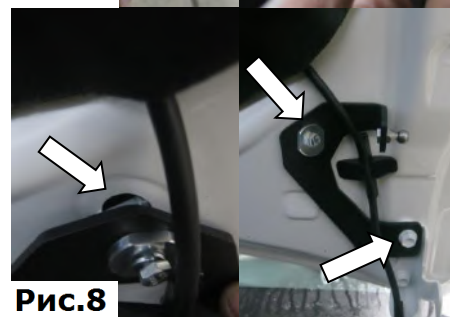

Рис.8
8. Завести гайку закладную в отверстие в усилителе капота. Нижнюю часть кронштейна закрепить штатным болтом. Втулку расположить плоскими гранями вдоль капота. Затянуть болт М6х25 торцевой головкой №10 с усилием 9 Нм. Штатный болт затянуть торцевой головкой №12 с усилием 23 Нм, (Рис.8).